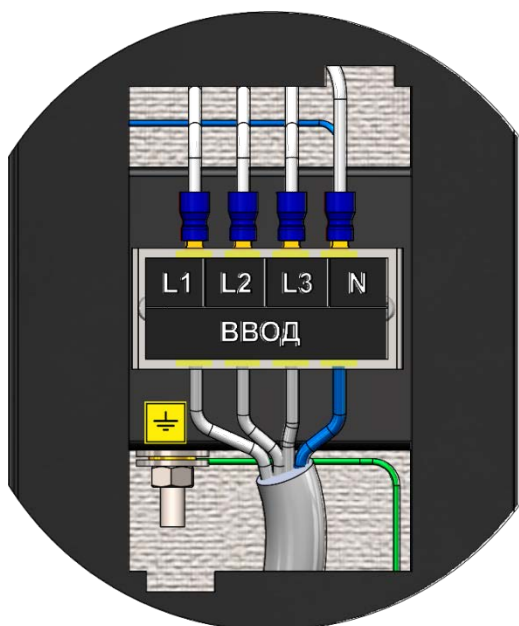

Рис. 6 Схема подключения электроводонагревателя к трехфазной сети 380 В
- Подключить электроводонагреватель к сети переменного тока - присоединить рабочий нулевой провод на клемму (N) электроводонагревателя, фазные провода на клеммы L1,L2,L3. Обеспечить заземление котла (PE), подключив провод на болт “ЗАЗЕМЛЕНИЕ”. Схема подключения указана на Рис. 6.